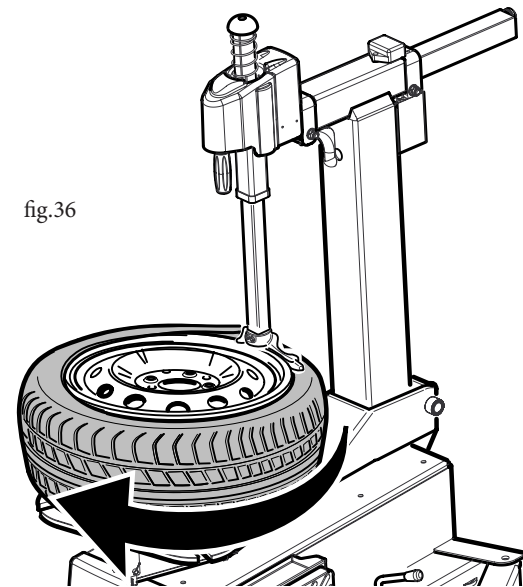

fig.36
OPERAZIONI DI MONTAGGIO (ved.fig.36 e fig. 34)
- Abbassare il palo premendo (e rilasciando subito) il pedale (D).
- Appoggiare il tallone sul bordo della torretta (I) e sotto la linguetta (fig.36).
- Far ruotare l'autocentrante premendo il pedale (A) avendo cura di far entrare il tallone nella gola centrale del cerchio, al fine di eliminare snervamenti del tallone stesso.
- Alzare il palo premendo sul pedale (D).
- Premere il pedale (D) per alzare il palo.
- Premere il pedale (C) per sbloccare il cerchio.
MOUNTING (see fig.36 and fig. 34)
- Lower the column pressing (and immediately releasing) pedal (D).
- Rest the bead on the edge of the head (I) and under the tongue (fig. 36).
- Rotate the chuck by pressing the inverter pedal (A) making sure that the bead enters the central channel of the rim so as to avoid straining the bead
- Raise the column by pressing pedal (D).
- Press pedal (D) to raise the column.
- Then press pedal (C) to release the rim.
OPERATIONS DE MONTAGE (fig. 36 et 34)
- Baisser la colonne en appuyant (et en lâchant immédiatement) sur la pédale (D).
- Appuyer le talon sur le bord de la tourelle (I) et en dessous de la languette (fig.36).
- Faire tourner l'autocentreur en appuyant sur la pédale (A), prenant soin de faire rentrer le talon dans la gorge centrale de la jante, afin d'éliminer des affaiblissements au talon même; pour rendre cette opération plus facile, on conseille de presser avec les mains sur le pneu.
- Lever la colonne en appuyant sur la pédale (D).
- Appuyer sur la pédale (D) pour lever la colonne.
- Appuyer sur la pédale (C) pour débloquer la jante.
MONTAGEARBEITEN (siehe Abb. 36 und 34)
- Die Tragsäule durch kurzen Druck auf das Pedal (D) herunterlassen.
- Den Wulst an den Rand des Drehkopfs (I) und unter den Keil (Abb. 36) legen.
- Den Selbstzentrierer durch Pedaldruck (A) zum Drehen bringen und dabei darauf achten, daß der Wulst in die Mittelrinne des Felgens hineingleitet, um so die Zerfaserung des Wulstes zu vermeiden. (bei diesem Vorgang ist es ratsam, durch Drücken mit den Händen auf den Reifen nachzuhelfen).
- Die Tragsäule durch Druck auf das Pedal (D) hochheben.
- Das Pedal (D) drücken, um den Mast anzuheben.
- Das Pedal (C) drücken, um den Felgen freizulegen.
OPERACIONES DE MONTAJE (fig. 36 y 34)
- Baje la columna apretando durante poco el pedal (D).